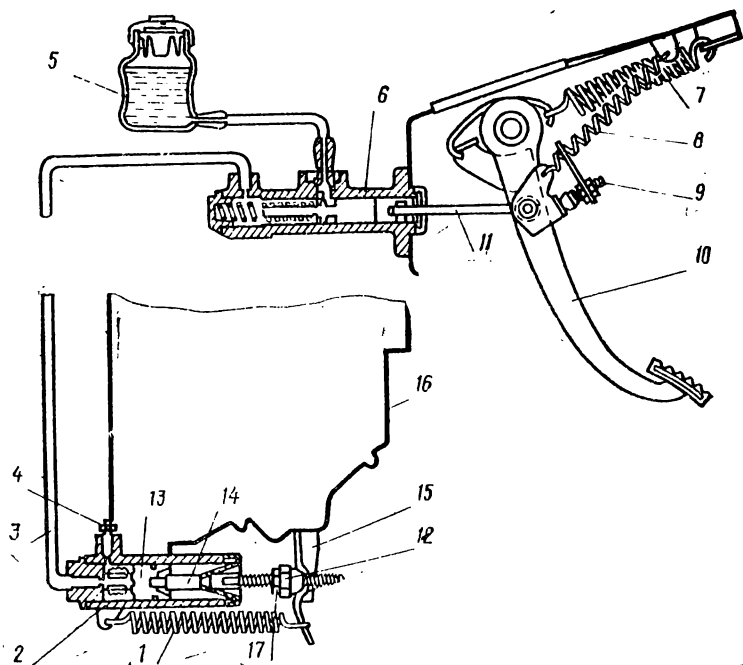

Рис. 30
Х. Привод выключения сцепления какого из автомобилей (ГАЗ-66, ГАЗ-24, ВАЗ) изображен на рис. 30?
Задание 72. I. Какими цифрами на рис. 30 обозначены главный тормозной цилиндр и питательный бачок?
II. Какими цифрами обозначены (рис. 30) рабочий цилиндр, соединительная трубка и вилка выключения сцепления?
III. Какие детали обозначены (рис. 30) цифрами 10, 11, 12, 13, 14, 17?
IV. Какие детали (рис. 30) обозначены цифрами 1, 7, 8?
V. Какие детали обозначены на рис. 30 цифрами 9, 16, 17?
VI. Что происходит в гидравлическом приводе выключения сцепления (рис. 30) при нажатии на педаль?
VII. Под действием какой пружины (рис. 30) (1,
VIII. Как называется деталь привода выключения сцепления, обозначенная на рис. 30 цифрой 4, 16?